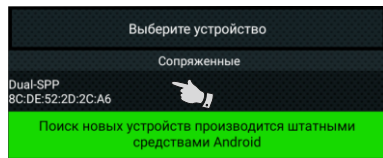

Рис. 3. Выбор сопряженного устройства
4. Откройте программу Multitronics. Во всплывающем окне выберите сопряженное устройство (нажмите на него) (рис. 3). Если при запуске программы всплывающее окно не появилось, на главном экране нажмите «Настройки», затем «Настройки Bluetooth» и выберите сопряженное устройство.